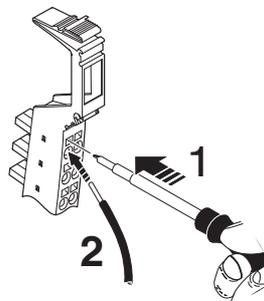

Abb. 11-1 Anschließen ungeschirmter Leitungen
- Stecken Sie einen Schraubendreher so weit in den Betätigungsschacht des entsprechenden Klemmpunktes (Abb. 11-1, 1), dass Sie den Leiter in die Öffnung der Feder stecken können. Bosch Rexroth empfiehlt einen Schraubendreher mit den Klingenmaßen 0,6 mm x 3,5 mm x 100 mm.
- Stecken Sie den Leiter ein (Abb. 11-1, 2). Ziehen Sie den Schraubendreher aus der Öffnung. Der Leiter wird dadurch festgeklemmt.
- Stecken Sie einen Schraubendreher so weit in den Betätigungsschacht des entsprechenden Klemmpunktes (Abb. 11-1 auf Seite 81, 1), dass Sie die Ader in die Öffnung der Feder stecken können.
- Stecken Sie die Ader ein (Abb. 11-1 auf Seite 81, 2). Ziehen Sie den Schraubendreher aus der Öffnung. Die Ader wird dadurch festgeklemmt.